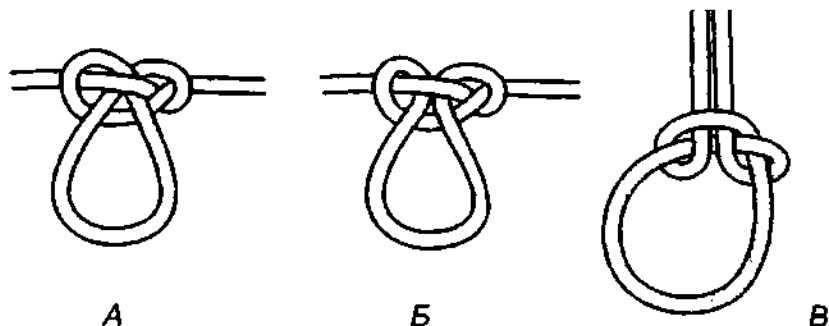

Рис. 164. **Бурлацкая петля**. А – с перекрещенными плечами; Б – с параллельными плечами; В – вывернутая (деформированная) **бурлацкая петля**.
**Бурлацкая петля** вяжется из **сваечного узла**, поэтому связать её можно как на конце, так и на середине длинного троса (рис. 164). **Бурлацкая петля** способна выдержать большие нагрузки, которые могут быть приложены в любом из трёх направлений. Пока узел окончательно не затянут, размер петли может быть легко и быстро отрегулирован. Если **бурлацкую петлю** наспех затянуть, то она может вывернуться (рис. 164 В). Чтобы узел не пополз и не вывернулся, после завязывания его необходимо расправить и аккуратно затянуть, особенно когда петля вяжется на конце троса и тяга приложена к одному концу.
Некоторые предпочитают вязать **упряжковый узел** с перекрученной петлёй (рис. 164 А). Петля перекручивается на завершающем этапе вязки, прежде чем узел будет окончательно затянут. Однако перекрещиваемые плечи во время эксплуатации узла часто расправляются, если нагрузка